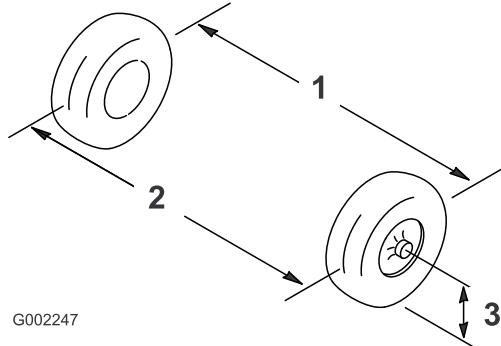

図 64
2. 前輪の前と後ろで、左右のタイヤの中央線距離を測る計測はアクスルの高さで行う(図 64)。タイヤの前側での測定値が後側での測定値よりも 0-3 mm 小さければよい。